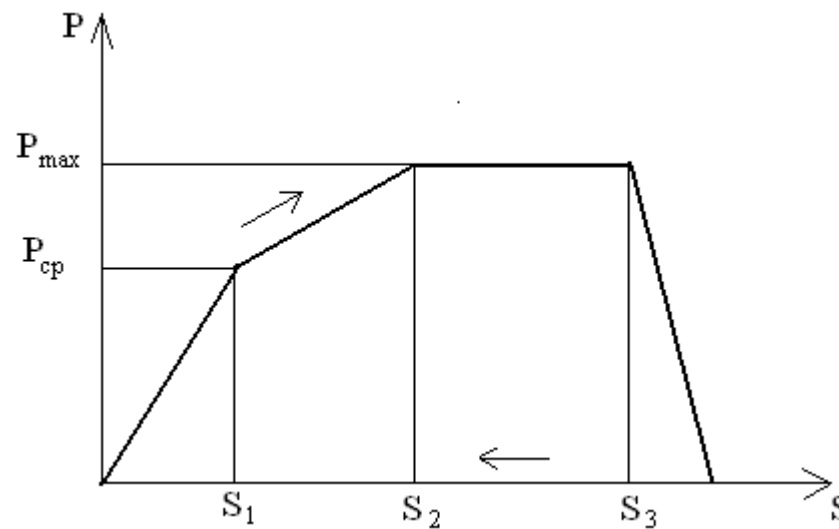

Рис. 2
3. Приложить к ползуну силу, зависящую от положения ползуна, согласно графику (рис. 2). Приложить к кривошипу вращающий